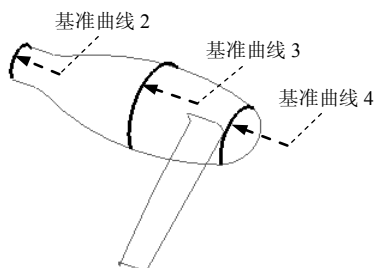

图 6.7.32 选择第二方向曲线
② 选择第二方向曲线。单击操控板中的第二方向曲线操作栏，按住 **Ctrl** 键，依次选择基准曲线 2、基准曲线 3 和基准曲线 4 (图 6.7.32) 为第二方向边界曲线。
(3) 单击操控板中的“完成”按钮 。